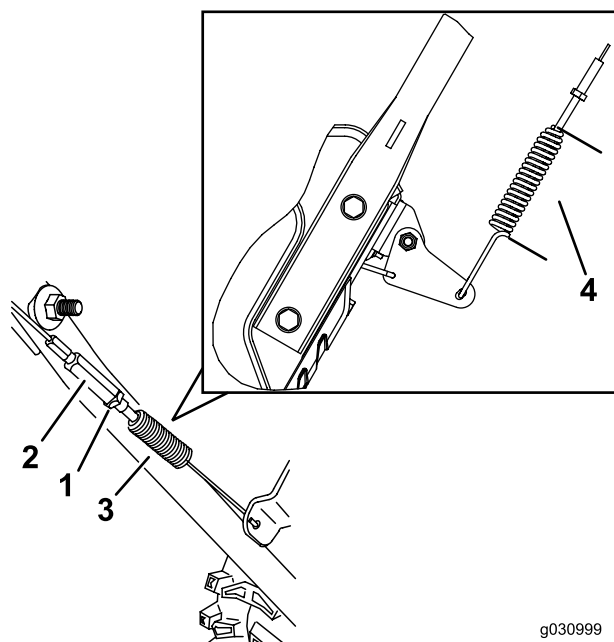

Figure 29
3. Desserrez ou serrez le tendeur pour régler la longueur du ressort à 5,5 cm (2-3/16 po), comme montré à la Figure 29.
4. Serrez l'écrou de blocage (Figure 29) en vérifiant que le câble est légèrement tendu.